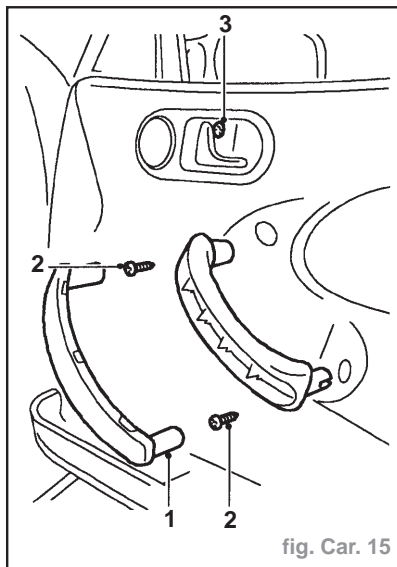

fig. Car. 15
- Extraire prudemment le cache de poignée de porte de cette dernière (1) (fig. Car.15).